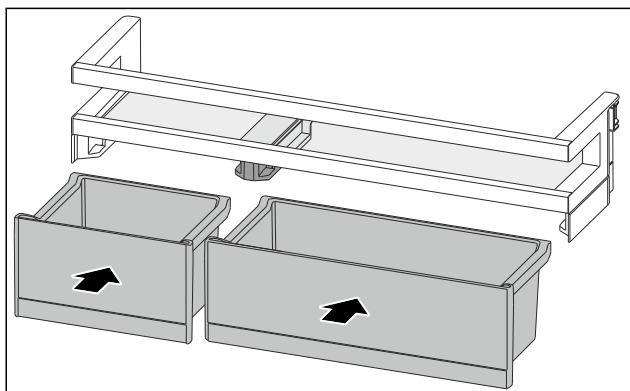

Fig. 194
- Inserire i VarioBox in posizione scambiata. (vedere Fig. 194)